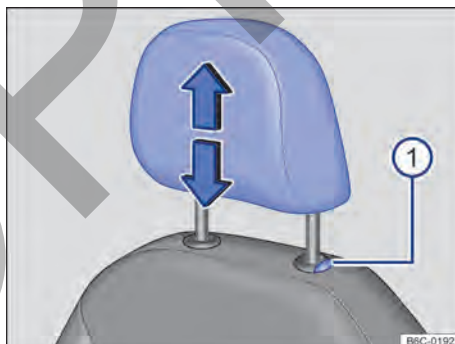
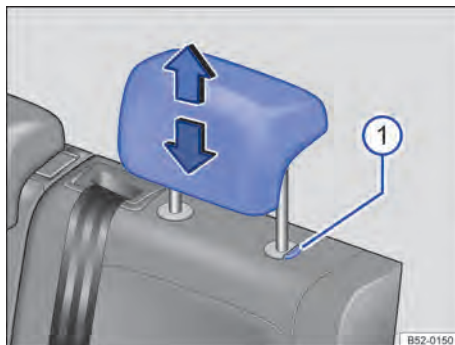

Fig. 69 Apoyacabezas delantero: ajustar.
Fig. 70 Apoyacabezas trasero: ajustar.
- Mover el apoyacabezas hacia arriba o hacia abajo, en el sentido de la flecha, presionando el botón → fig. 69 ① o → fig. 70 ① presionado → ▲ en *Introducción al tema* de la pág. 87.